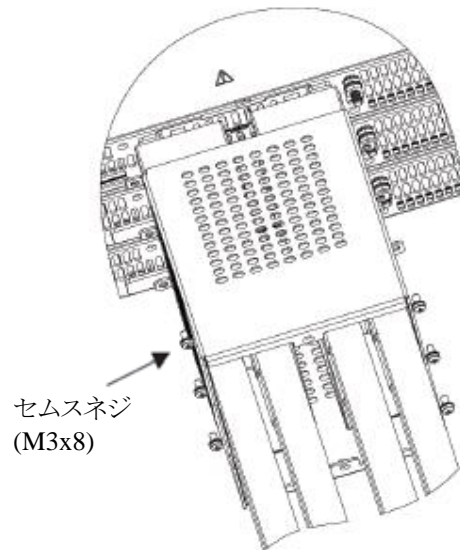

図4-43 出力端子カバーのリアパネルへの取り付け方法
5. 図4-43に示すようにM3×8セムスネジ(製品に添付されています)を使用して、電源のリアパネルに出力端子カバーを取り付けます。
(図4-43はGSP15kWの場合ですが、GSP10kWも同様です。